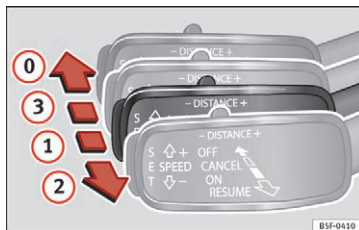

Fig. 202 På venstre side af ratstammen: trække betjeningsarm til betjening af automatisk afstandsregulering
Du kan genaktivere ACC ved at flytte betjeningsarmen til position ② » Fig. 202.